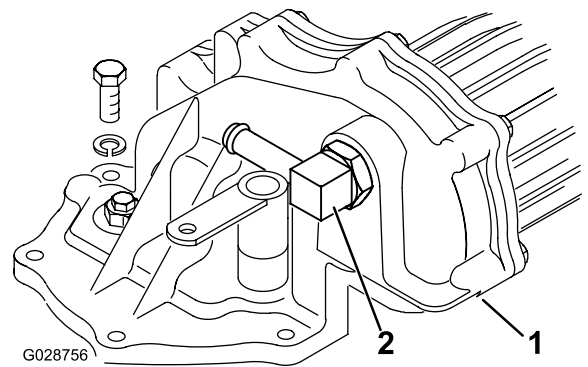

図 18
4. フィッティングを新しいPTOの前面に取り付け、図 18に示すようにフィッティングを位置決めする。
5. カバープレートをトランスアクスルに固定しているボルト5本、ロックワッシャー、ナットを取り外し、Oリングシールが損傷しないように慎重にカバープレートを取り外す (図 18)。